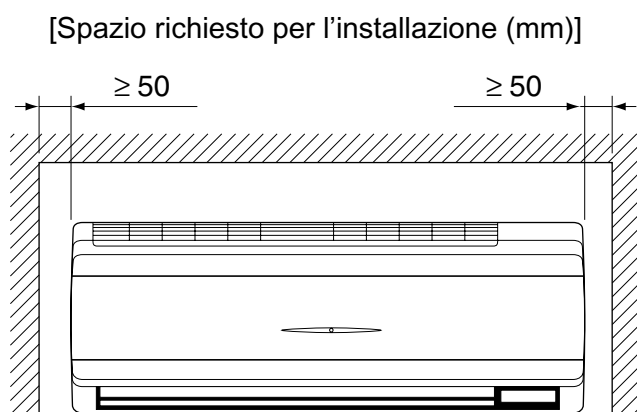
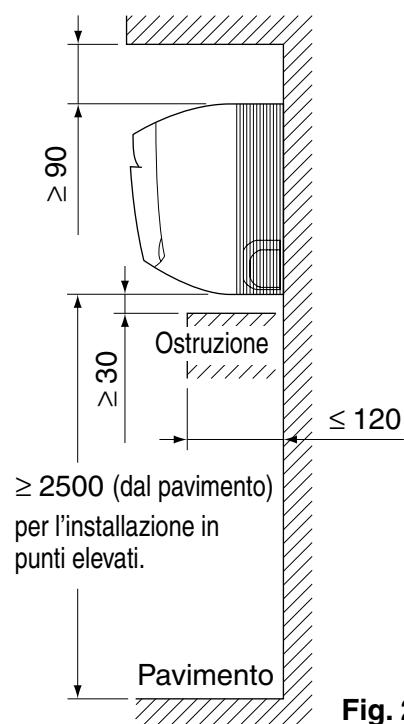

Fig. 1
Fig. 2
- (Fare riferimento alle Fig. 1 e al punto Fig. 2)**